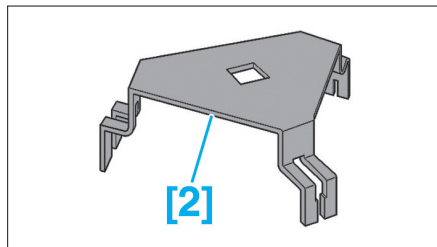

FIG. 48
- [2]. Clé de dépose-repose de la bague de fixation de la jauge (réf : 1607) (Fig.48).